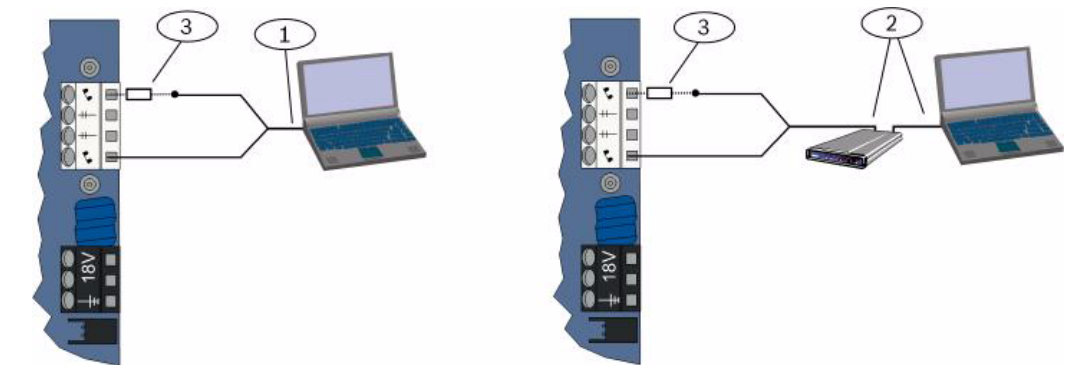

Figura 4.1 Ligações do Modem
- Consulte a *Figura 4.1, Página 41*.
- 3. Se a primeira tentativa de comunicação falhar, ligue uma resistência de 270 a 330 , ¼ W em série com o lado Tip House. Consulte a *Figura 4.1, Página 41*.